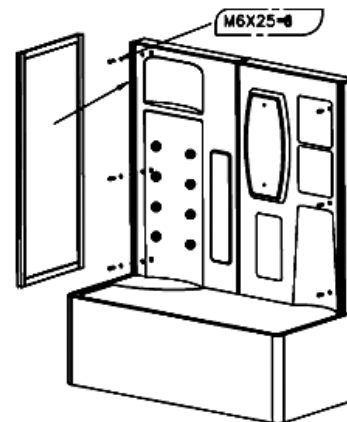

Abb.1
1. Nehmen Sie die Schutzfolie von allen Acrylteilen ab (Wanne, Platten, Kuppel, hintere Acrylwand.) Drehen Sie die Hälften der Rückwand (5) mit den selbstschneidenden Schrauben zusammen und montieren Sie die zusammengestellte Rückwand an die Wanne (6). Befestigen Sie die Rückwand an der Wanne mit den Bolzen. Die Stöße und die Verbindungen dichten Sie mit der essigfreien Dichtung (Es kann jede Silikondichtung der entsprechenden pH-Neutralität, Farbfreiheit und Schimmelschutzes verwendet werden.) Gleichen Sie die Wanne zum Fußboden nach der Niveau ab.
2. Schrauben Sie die Wandprofile (1) an die Seitenwand (5) an. Dichten Sie die Verbindungen ab. (s. Abb. 1).
3. Setzen Sie die feststehenden Seitengläser (2) in die Wandprofile (1) zweiseitig ein (s. Abb. 1) und dichten Sie die Verbindungen ab.